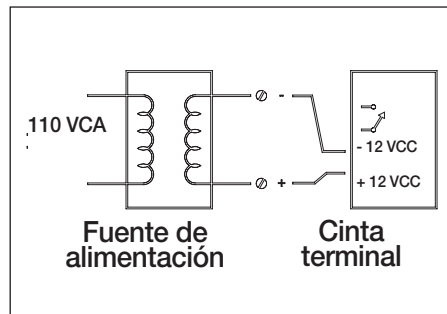

Figura 10
7. Instalar el cableado (El cable es suministrado por el instalador. Se puede usar cable de termostato.) entre el conector de la placa de circuito verde y la fuente de alimentación, teniendo en cuenta la polaridad, tal como se muestra en el módulo de alimentación y en el panel de control. [+ a + y - a -] **Figura 10**